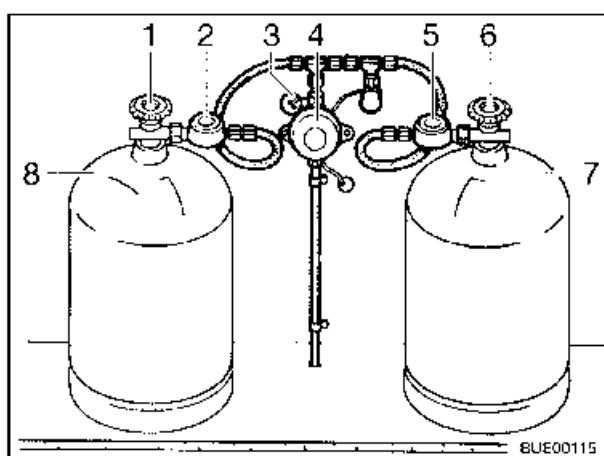

Fig. 46 Impianto di commutazione Triomatic
- Valvola principale (Fig. 46,1) bombola in uso
- Regolatore di pressione del gas (Fig. 46,2) bombola in uso
- Indicatore di funzionamento (Fig. 46,3)
- Regolatore dell'impianto (Fig. 46,4)
- Regolatore di pressione del gas (Fig. 46,5) bombola di riserva
- Valvola principale (Fig. 46,6) bombola di riserva
- Bombola in uso (Fig. 46,8)
- Bombola di riserva (Fig. 46,7)
L'impianto di commutazione Triomatic fa passare automaticamente l'alimentazione di gas dalla bombola in uso (Fig. 46,8) alla bombola di riserva (Fig. 46,7) quando la bombola in uso è vuota o non è più pronta per il funzionamento. Così il riscaldamento può rimanere in funzione.
L'impianto di commutazione Triomatic è costituito da due regolatori di pressione del gas (Fig. 46,2 e 5) e da un regolatore dell'impianto (Fig. 46,4). Il regolatore di pressione del gas della bombola in uso (Fig. 46,2) è contrassegnato da una targhetta del modello verde, il regolatore di pressione del gas della bombola di riserva (Fig. 46,5) da una targhetta del modello rosso. Con l'indicatore di funzionamento (Fig. 46,3) sul regolatore dell'impianto si può controllare la tenuta dell'impianto del gas. I regolatori di pressione del gas sono dotati di unità di allacciamento e permettono il collegamento alle bombole del gas di tutte le dimensioni (da 3 kg a 33 kg).
- Aprire la valvola principale (Fig. 46,6) della bombola di riserva (Fig. 46,7).
- Aprire la valvola principale (Fig. 46,1) della bombola in uso (Fig. 46,8).
Ora entrambi i regolatori di pressione del gas sono disaerati. Il regolatore dell'impianto (Fig. 46,4) fornisce alle utenze la pressione necessaria, indipendentemente dal fatto che l'alimentazione del gas provenga dalla bombola in uso o dalla bombola di riserva. La bombola di gas che ha rilevato l'alimentazione viene identificata dal campo verde o rosso sull'indicatore di funzionamento (Fig. 46,3).
- ▷ In caso di funzionamento con una sola bombola del gas, si deve allacciare il regolatore di pressione del gas della bombola in uso (Fig. 46,2).
Se l'indicatore di funzionamento (Fig. 46,3) segna rosso, la bombola in uso (Fig. 46,8) deve essere cambiata.
- Chiudere la valvola principale (Fig. 46,1) della bombola in uso (Fig. 46,8).
- ▷ Tutte le utenze possono essere alimentate e fatte funzionare dalla bombola di riserva (Fig. 46,7) (targhetta del modello rossa).
- Collegare la bombola del gas piena al regolatore di pressione del gas della bombola in uso (Fig. 46,2).
- Aprire la valvola principale (Fig. 46,1) della bombola in uso. La bombola in uso ricomincia automaticamente a fornire gas.
- ▷ Ogni tanto utilizzare la bombola di riserva (Fig. 46,7) al posto della bombola in uso per controllare che la bombola di riserva sia riempita a sufficienza.
- Luce spia verde: bombola in uso (Fig. 46,8)
- Luce spia rossa: bombola di riserva (Fig. 46,7)